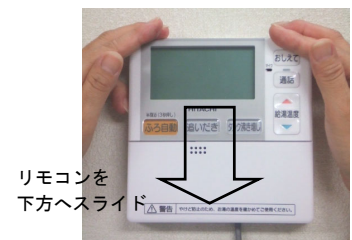

図4
（図4）
- ④ リモコンコードを端子台に接続してください。
- ⑤ リモコンケース裏面の差し込み口に、リモコン取付板のツメを引っ掛け（図3）、リモコンを下方にスライドさせ、リモコン取付板を固定してください。（図4）